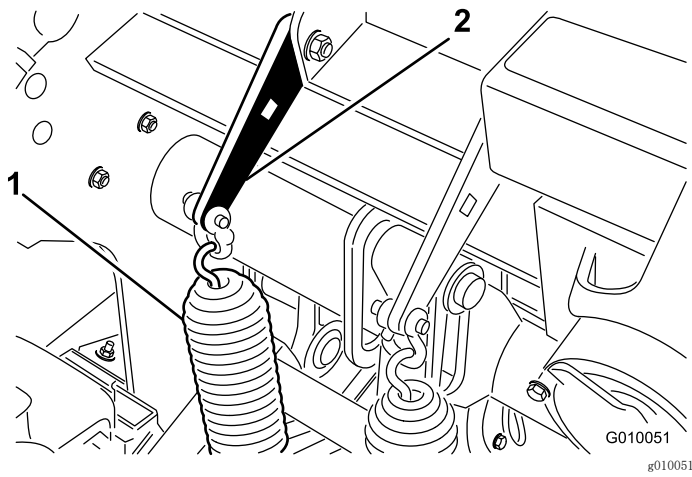

图 27
2. 松开将弹簧支架固定到打孔头上的机架螺栓和螺母 (图 27)。不要卸掉螺栓和螺母。